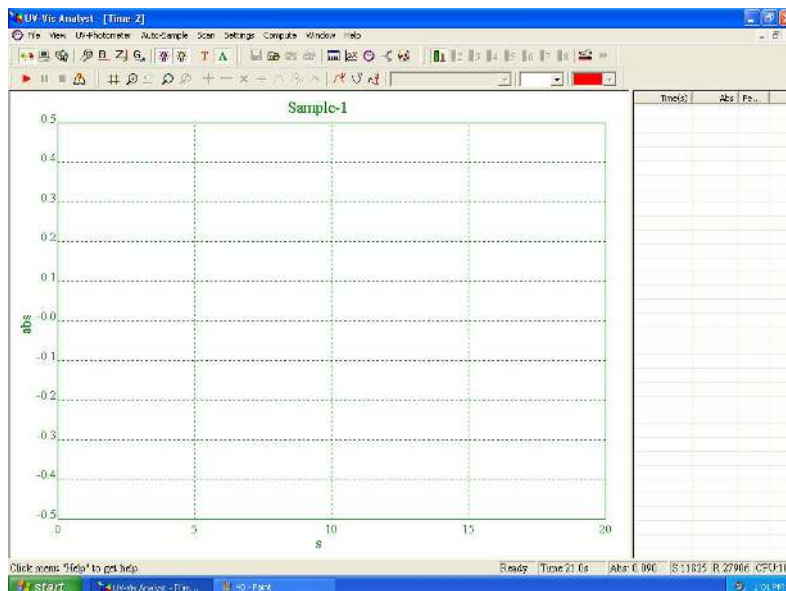

図. 4-38
1. ツールバーの  をクリックすると、以下の画面が表示されます。(図. 4-38)